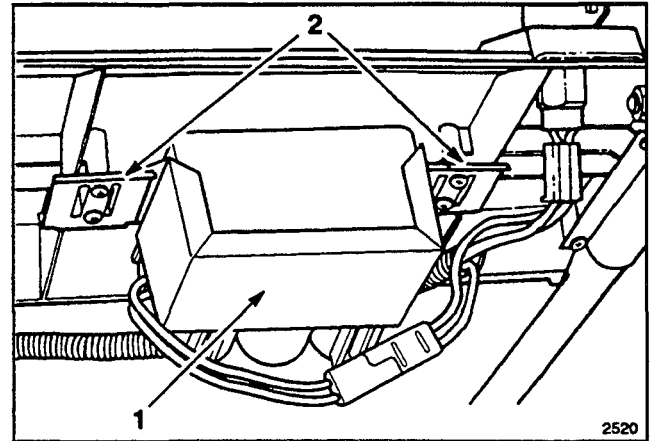

Abbildung 6
1. Siehe Batterieaufladung, Seite 14-15. Die Batterie mit der Aufkleberseite Richtung Betreiber, zwischen die Haltenuten auf der Rückseite des Schaltkastens schieben (Abb. 6).